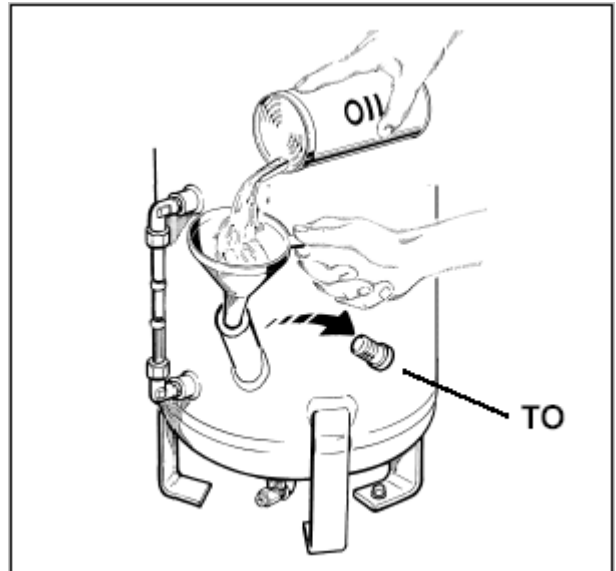

рис.15.
- Открутить пробку маслоналивной горловины **ТО**, не потеряв при этом прокладку (**рис.15**).
Используя воронку, залейте масло (рис.15).